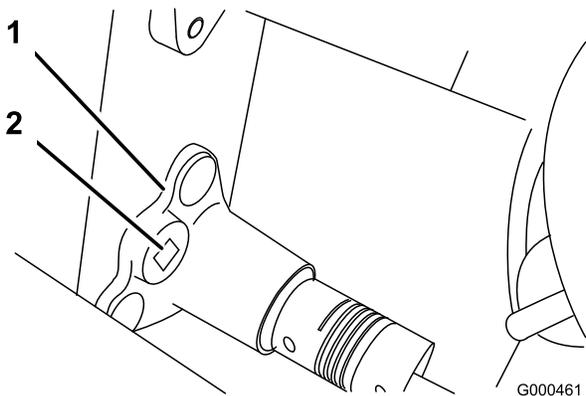

图43
B. 使用 9.53mm 传动扭矩扳手，以 4~4.5Nm 的扭矩旋转轴承座，设定皮带张紧力（图43）